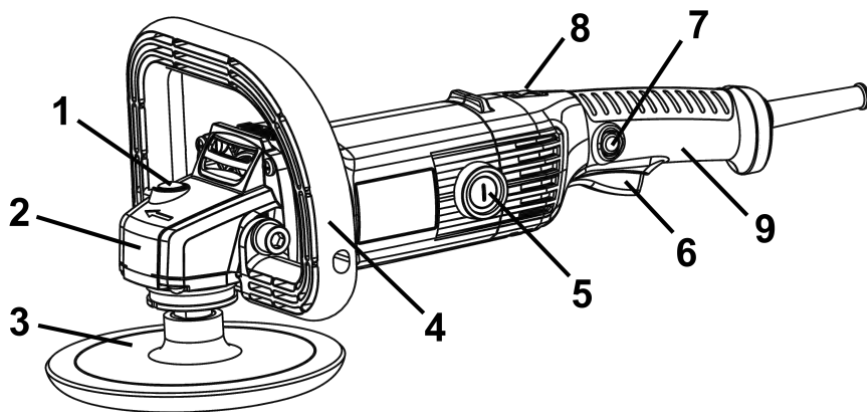

Рисунок 1
2.2.1 Конструкція виробу складається з одноступеневого редуктора з конічними шестернями в металевому корпусі (2), який приєднаний до пластикового корпусу з колекторним двигуном змінного 1-фазного струму, основною рукояткою (9), перемикачем (6), кнопкою фіксації (7), регулятором швидкості (8), мереживним шнуром живлення згідно з рис.1. Вихідний вал редуктора розташований перпендикулярно осі двигуна і є робочим шпинделем для приєднання змінних насадок (3) накрученими на шпиндель М14. На металевому корпусі (2) виконані нарізні монтажні отвори для встановлення передньої рукоятки. Для фіксації шпинделя під час зміни дисків (3) в корпусі редуктора (2) передбачений кнопковий фіксатор (1). Електрична частина виробу складається з колекторного однофазного електродвигуна змінного струму, вимикача електроструму, регулятора швидкості, з'єднувальних проводів і мереживного шнура. Захист від ураження електричним струмом користувача у виробі відповідає класу II за ДСТУ EN 61140:2015.